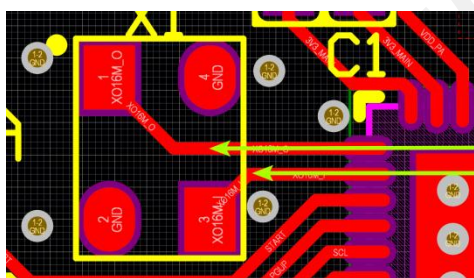

图 7-1
- 晶振尽量靠近芯片，走线短，就近打孔，独立接地，且走线尽量与天线垂直，晶振下方板层或晶振信号线下方禁止走线。如图 7-1；空间足够的情况下，也要保证绿色框内的 TOP 层铺铜，如图 7-2。